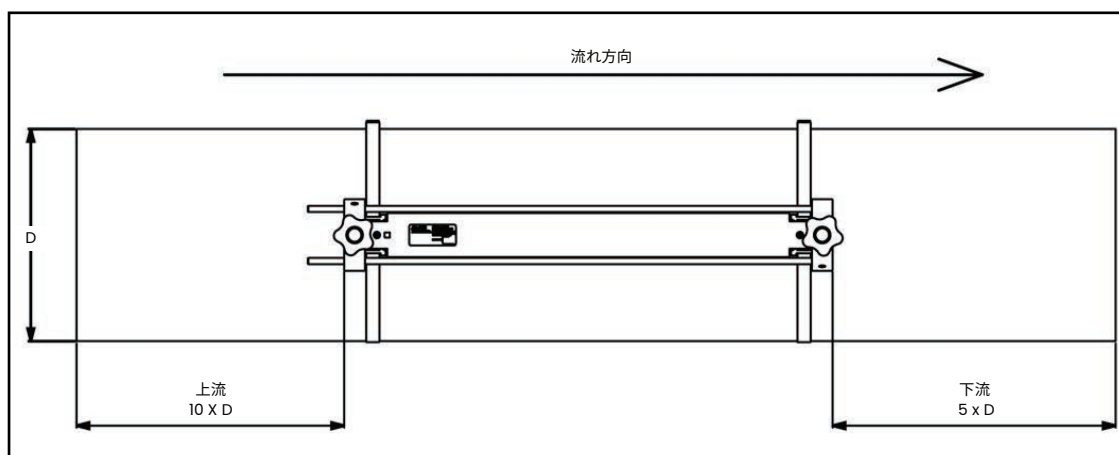

図 7: AT600 クランプ治具 / トランスデューサ位置の選択
- クランプ治具およびトランスデューサシステムを、測定ポイントの上流側に管口径の 10 倍、下流側に管口径の 5 倍の、非乱流の直線部が確保されるように配置します（以下の図 7 を参照）。非乱流とは、バルブ、フランジ、拡張継手、エルボー、渦流、キャビテーションなど、流体中の乱流の原因となるものがないことを意味します。
- a.** 十分な直線管を確保できる場所を選んでください（7 ページの図 7 を参照）。